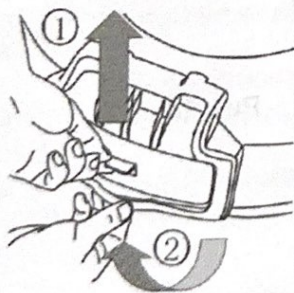
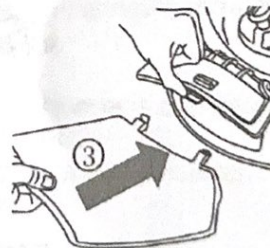

Рис. 8
Рис. 9
- 1.Откройте боковую защитную панель, удерживайте ее в нужном положении и совместите крючки на насадке со стержнями, на которые ее нужно повесить (рис. 8 и рис. 9).